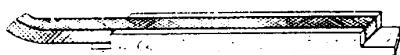

Fig. 13
Gaxeta em corda, corta-se com faca afiada, preferivelmente sobre um dispositivo simples feito de madeira, como o mostra a fig. 13. Na colocação é importante que as pontas cortadas dos anéis se encontrem, evitando-se separações (comprimentos curtos) e também a compressão (comprimentos longos). Na colocação subsequente dos demais anéis, as junções de cada anel não devem se encontrar no mesmo lugar, na periferia do eixo. O número de anéis não pode ultrapassar o limite que permite encaixe e guia do anel de compressão. A sobreposta é inicialmente apertada de leve e somente depois de operação mais demorada, apertada em definitivo até um gotejar intermitente. As medidas das câmaras e suas gaxetas estão compiladas na tabela 1, página (10).